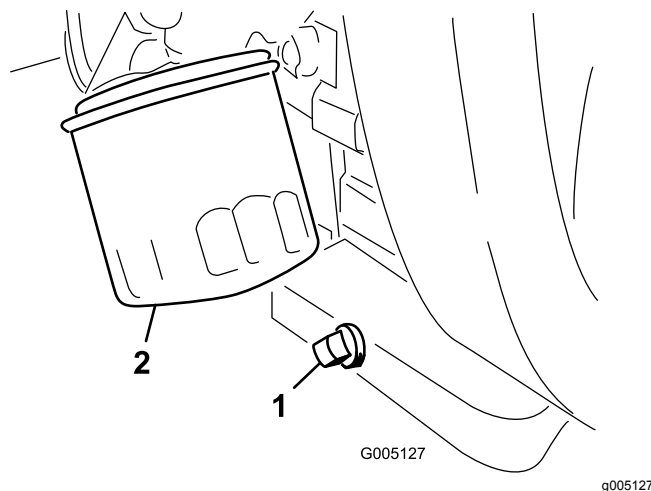

Figura 33
1. Retire o tampão de escoamento (Figura 33) e deixe o óleo escorrer para um recipiente adequado.
2. Limpe os roscados do tampão de escoamento, aplique vedante PTFE e coloque o tampão de escoamento (Figura 33).
3. Retire o filtro do óleo (Figura 33).